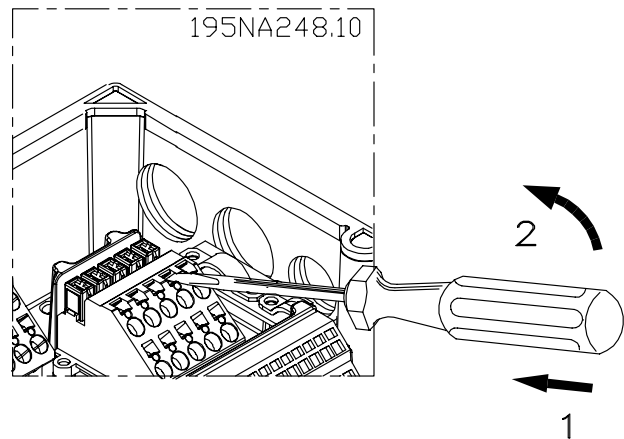

Ilustración 2.7 Apertura de los terminales
1. Abra el contacto insertando un pequeño destornillador en la ranura situada encima del contacto, tal y como muestra en *Ilustración 2.7*.